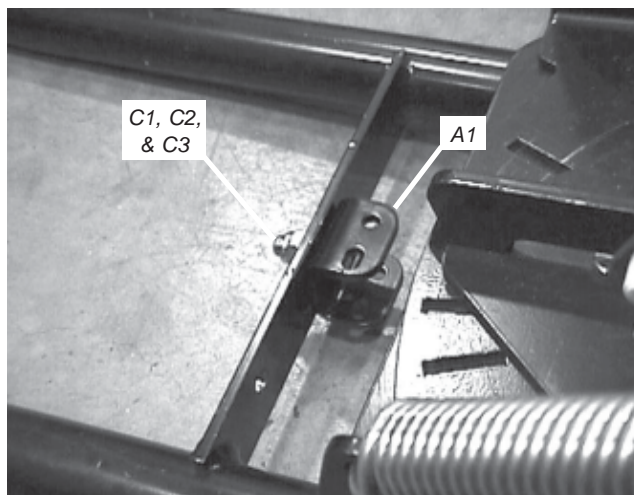

Figure 1 Support de crochet fileté installé
1. Fixez le support de crochet fileté (A1) au trou central de la traverse de la lame à l'aide d'un boulon de 3/8 po de diam. x 1 po de long (C1), tel qu'illustré à la figure 1. Le support doit être installé sur le côté lame de la traverse avec les brides latérales parallèles au sol. Terminez le boulon avec une rondelle plate de 3/8 po de diam. (C2) et un écrou à frein élastique de 3/8 po de diam. (C3). Vissez le boulon et l'écrou au couple recommandé de 28 N-m (20 pi-lb).